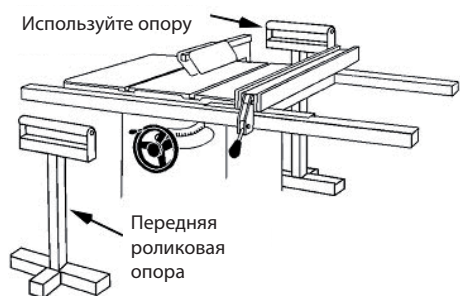

Рис. 31
- Під час поздовжнього розпили довгих дощок, використовуйте такий підтримуючий пристрій на передній частині столу, як обертові циліндри, та підпору або «хвостовик», що розташований у задній частині верстату, як зазначено на Рис. 31.